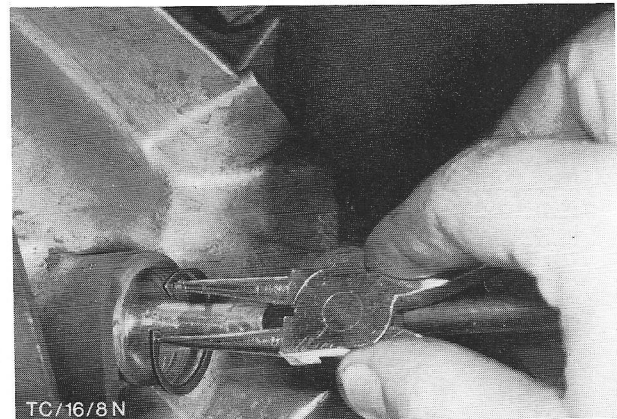

Fig.29 Borgveer van snelheidsmeterkabel verwijderen.
9. Verwijder met een borgverentang de borgveer van de snelheidsmeterkabel en trek de kabel uit de versnellingsbak (fig.29).